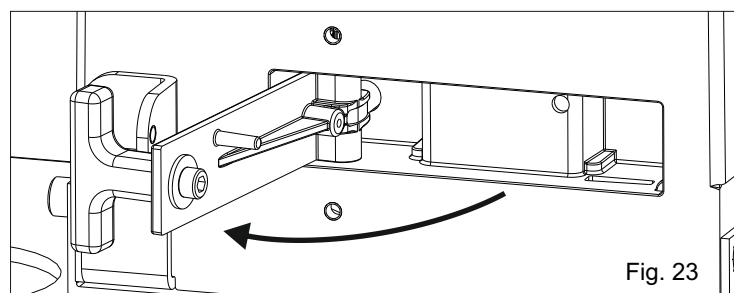

Fig. 23
- Tirar la palanca de desbloqueo hasta el golpe, 90° alrededor (Fig. 23).